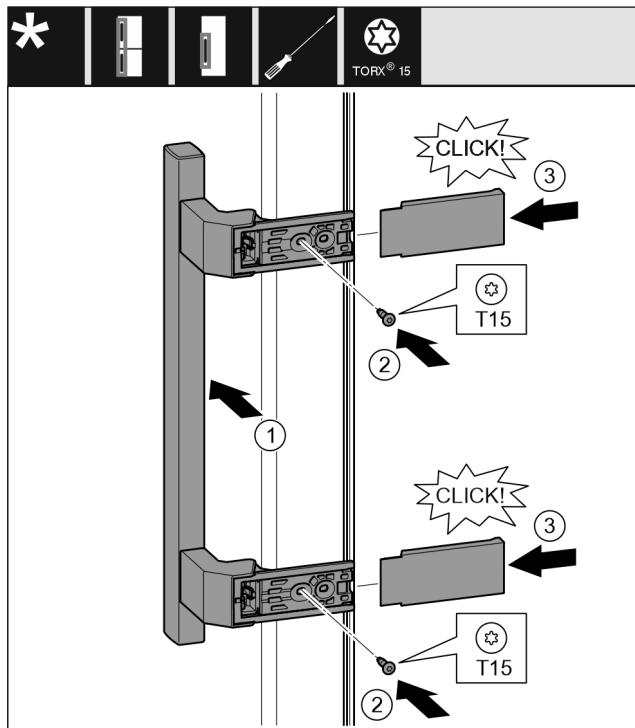

Fig. 40
- Εφαρμόστε τη λαβή στην απέναντι πλευρά. Fig. 40 (1)
- Σφίξτε τις βίδες με κατσαβίδι T15. Fig. 40 (2)
- Εφαρμόστε στο πλάι τα καλύμματα και τοποθετήστε τα. Fig. 40 (3)